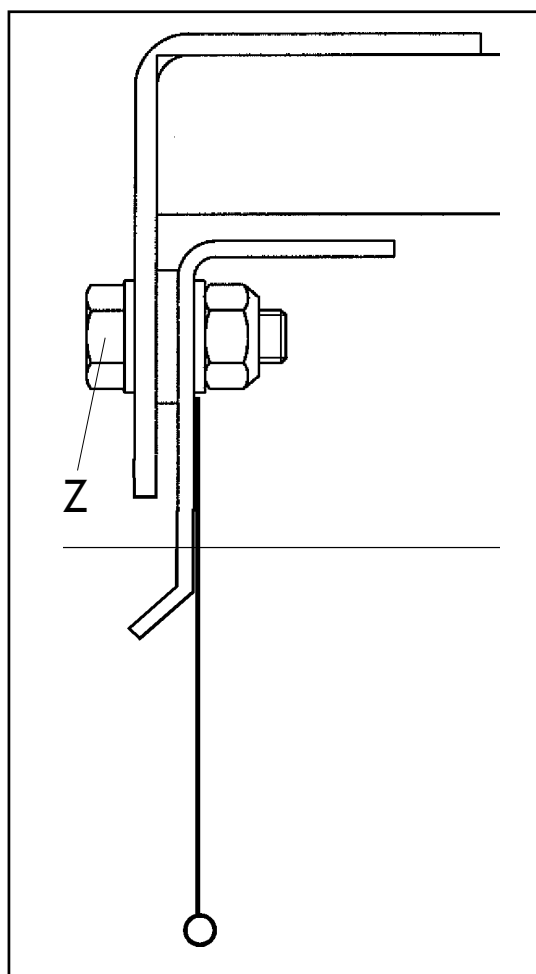

Fig. 4-5
- Afin de positionner la planche d'andainage dans la position de travail souhaitée, les vis « Z » avec ouverture de clé 17 ne sont desserrées que légèrement (fig. 4-5).
- Serrer les vis « Z » (fig. 4-5).